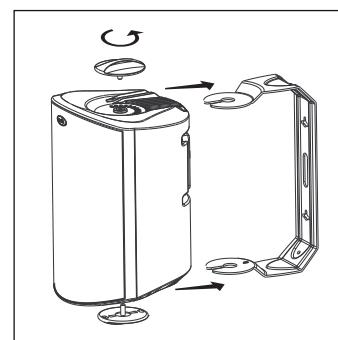

FIGURE 10: Dévissez les boutons pour retirer le support.
4. Utilisant le support comme gabarit, marquez la position des deux fentes en trou de serrure à l'aide d'un crayon. Vous pouvez le faire en retirant les boutons du support de l'enceinte et en la dégagant du support [figure 10].